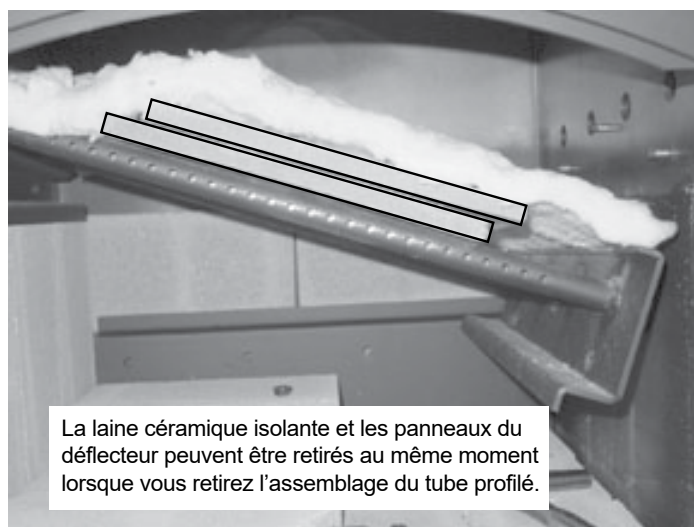

Figure 23.2
4. Glissez le canal des tubes tout à gauche et abaissez le côté droit. Enlevez les panneaux du déflecteur et la laine céramique (**Figure 23.2**).